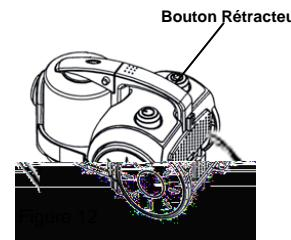

Figure 12
3. Afin de rembobiner le cordon d'alimentation, enfoncez le bouton de rembobinage avec une main et guidez le cordon de l'autre main afin de l'empêcher de fouetter et de causer des dommages ou des blessures. (fig . 12)